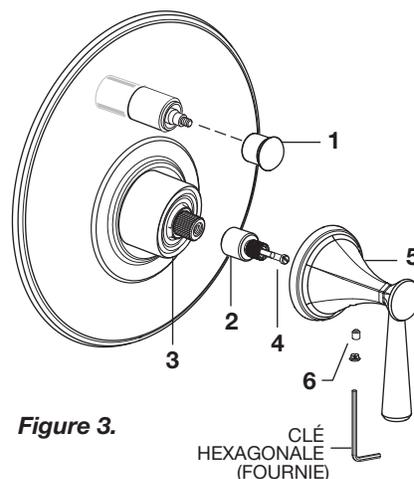

Figure 3.
- **Figure 3.** Visser le BOUTON DE DÉRIVATION (1) sur la tige de la vanne de dérivation.
- Installer l'ADAPTATEUR DE LA POIGNÉE (2) sur la TIGE DE LA VANNE (3) et fixer à l'aide de VIS (4).
- Aligner la POIGNÉE À LEVIER (5) de sorte que le levier soit tourné vers le bas et serrer la VIS DE RÉGLAGE (6) avec la clé hexagonale pour fixer la POIGNÉE À LEVIER (5).